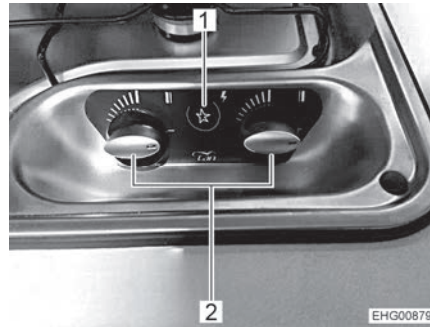

Fig. 130 Elementi di comando del fornello a gas
- Ruotare il pomello girevole (Fig. 130,2) dell'impianto a fiamma libera desiderato in posizione accesa (fiamma alta).
- Premere l'interruttore a pressione (Fig. 130,1). Sul bruciatore vengono prodotte scintille.